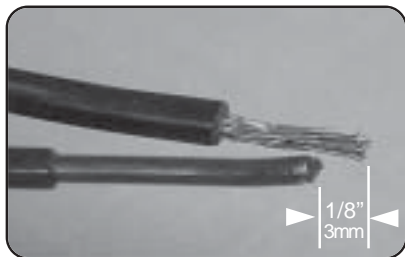

Figure 28/Ilus. 28
- Extend the dishwasher's stranded wires 1/8" (3mm) beyond the power supply cable's solid wires, as shown in Figure 28.
- Étirer les fils du lave-vaisselle de 1/8 po (3mm) loin des fils solides du câble d'alimentation, comme à la figure 28.
- Extienda los cables de conductores trenzados en la lavadora que miden 1/8" (3 mm) fuera del cable de alimentación eléctrica con conductores sólidos (o enterizos), como muestra la Ilustración 28.